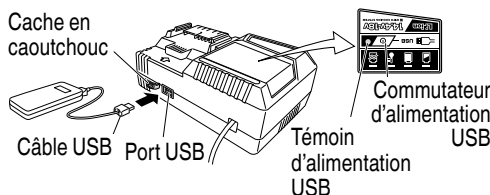

Fig. 12
- (2) Mettez le commutateur d'alimentation USB sur marche (Fig. 12)
- (3) Connectez le câble USB. (Fig. 12)
- Mettez le commutateur d'alimentation USB sur arrêt et débranchez le câble d'alimentation de la prise électrique. (Fig. 12)